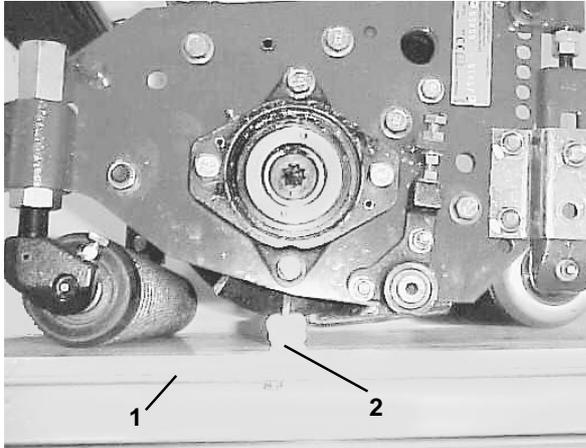

Bild 20
2. Legen Sie ein 13 mm oder dickeres Flacheisen unter die Spindelmesser und gegen die Schnittkante des Untermessers. Stellen Sie sicher, daß das Flacheisen so lang wie die Spindelmesser ist. Die hintere Walze darf die Oberfläche nicht berühren (Bild 20).
3. Schaukeln Sie das Schneidwerk vorwärts (auf den Spindelmessern und dem Vierkant), bis die vordere Walze die flache Oberfläche berührt. Die Spindelmesser und das Untermesser müssen mit dem Vierkant in Berührung bleiben (Bild 20).